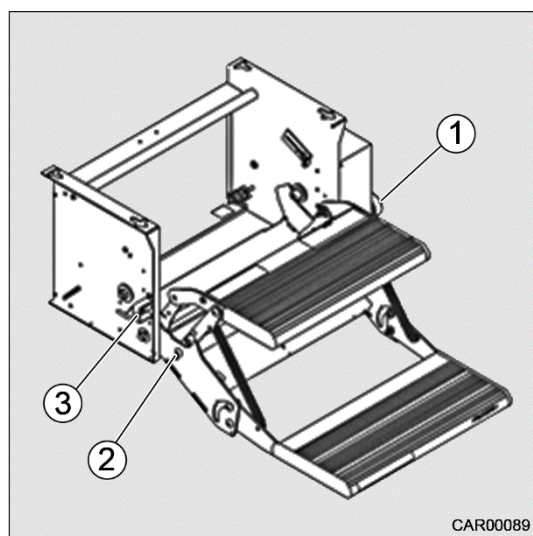

Fig. 218 Déverrouillage de secours
3. Repousser le bouton de commande (Fig. 218/1).
4. Tirer le boulon d'arrêt (Fig. 218/3) en dehors, le tourner de 90° et le fixer dans l'alésage de la marche (Fig. 218/2).